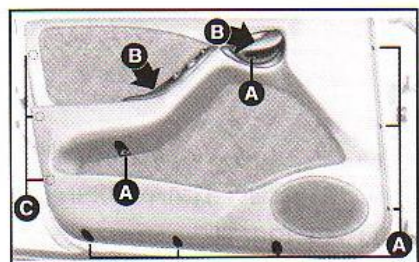

fig. 13
Para acessar esse local, é necessário remover o painel da porta completo, **fig. 13**. Proceda da seguinte forma:
- após a retirada de todos os parafusos, o painel ainda estará preso internamente nos pontos C-**fig. 13**, através de três pinos de pressão, **fig. 15-B**. Com a ajuda de uma ferramenta de ponta e sem arestas cortantes, introduzida entre a porta e o painel, região C-**fig. 13**, solte o painel.